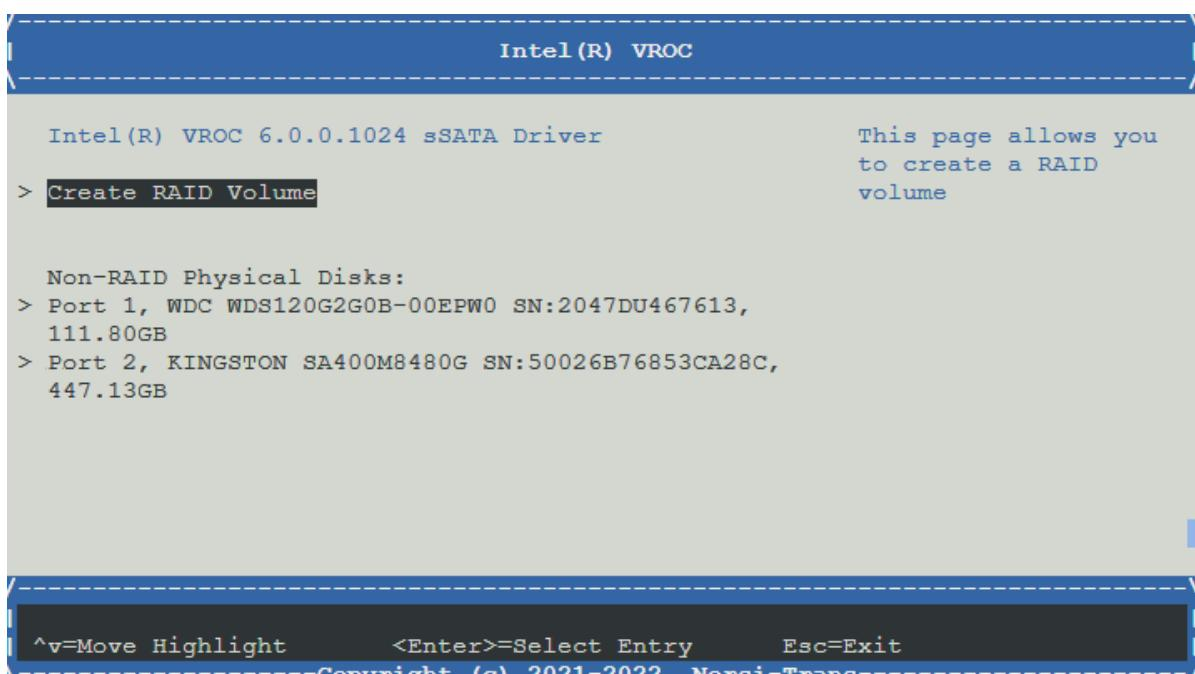

Рис. 61. Меню Intel (R) VROC
- 4) Во вкладке «Intel(R) VROC» прейдите во вкладку «Create RAID Volume». Окно показано на рис. 61 Меню Intel \(R\) VROC.